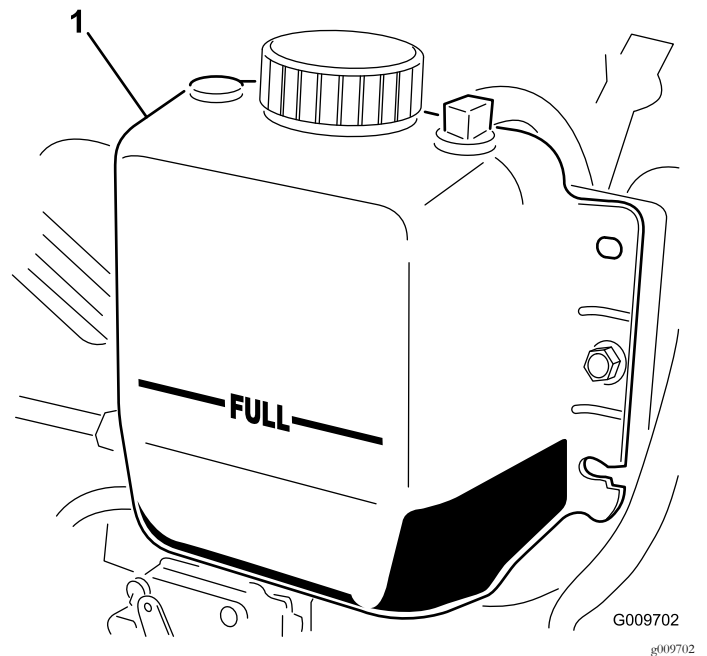

Figure 61
2. Vérifiez le niveau du liquide de refroidissement dans le radiateur. Le radiateur doit être rempli jusqu'en haut du goulot de remplissage et le vase d'expansion jusqu'au repère MAXIMUM (Figure 61).